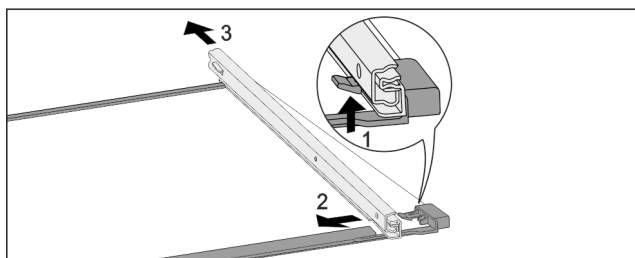

Fig. 179 Ripiano in vetro con guide
- Premere il gancio di fermo anteriore verso l'alto. Fig. 179 (1)
- Far scorrere la guida estraibile di lato Fig. 179 (2) e verso il lato posteriore Fig. 179 (3).